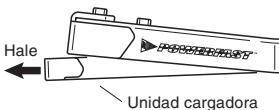

Figura 4 - Retiro de la unidad cargadora
- Suelte la unidad cargadora y deslícelo hacia delante sacándolo del conjunto (vea la Figura 4).